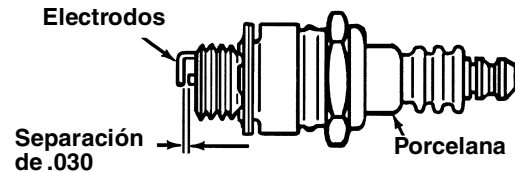

Figura 25
- Limpia la bujía y reajuste la separación .030" una vez por temporada por lo menos o cada 50 horas de operación. Se recomienda el reemplazo de la bujía al comienzo de cada temporada. Refiérase a la lista de piezas del motor para el tipo correcto de bujía. Vea la Figura 25.